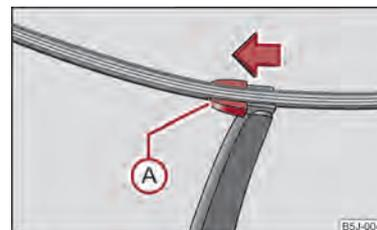

Fig. 32 Spazzola tergilunotto
- Sollevare il braccio portaspazzola dal parabrezza e posizionare la spazzola in posizione perpendicolare rispetto al braccio → fig. 32.
- Con l'altra mano sbloccare il fermo (A) ed estrarre la spazzola nella direzione indicata dalla freccia.